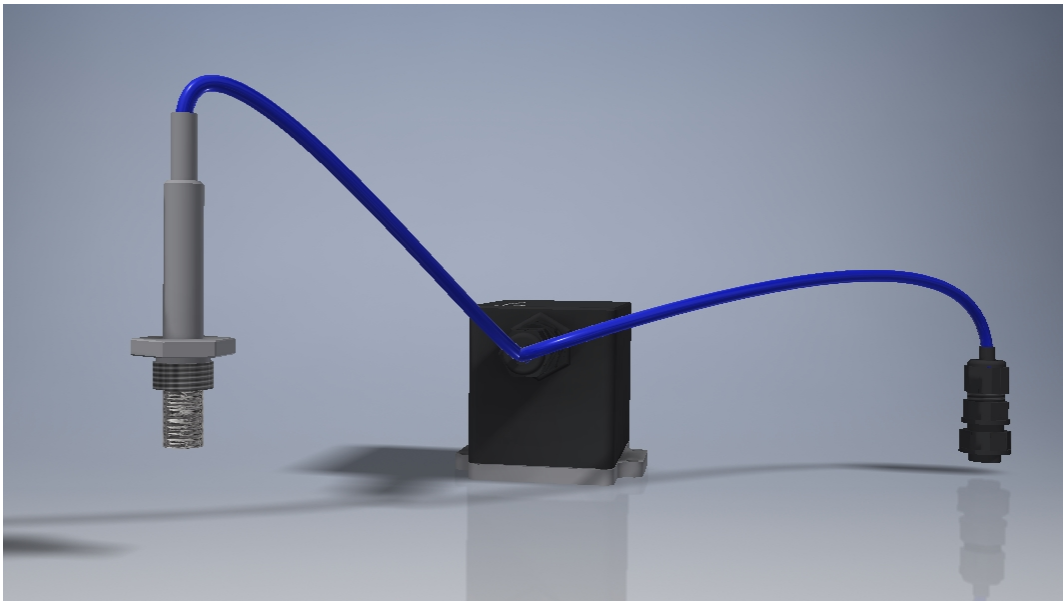

Abbildung 2: O₂-Sensorsystem Version NEO440 ohne Gehäuse
- Gasadapter verfügbar zur Messung von Gas in einem Rohr (siehe Abbildung 2)